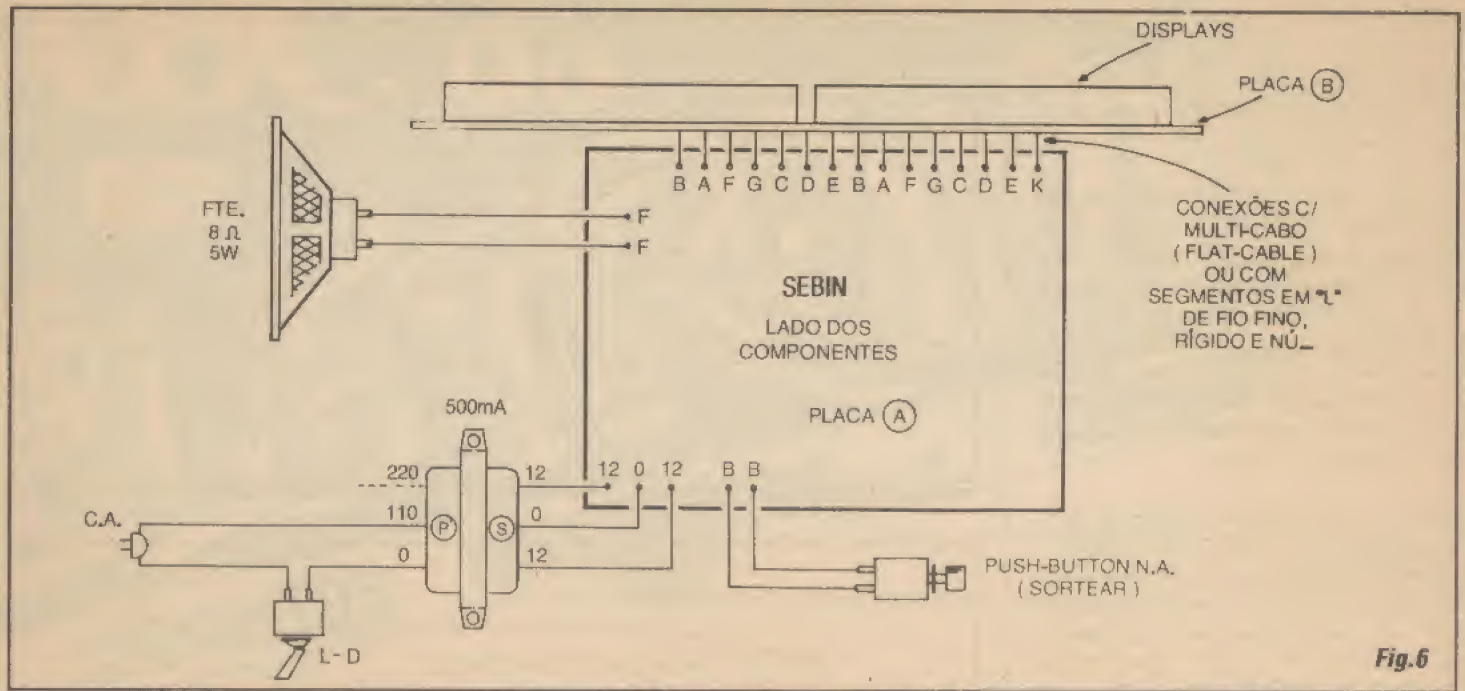

Fig.6
- FIG. 6 - CONEXÕES EXTERNAS ÀS PLACAS (E ENTRE AS PLACAS...) - O diagrama mostra, simultaneamente, as ligações periféricas (das placas *para fora*...) e as conexões *entre* as duas placas que forma o arranjo eletro-mecânico do SEBIN... A vista é ortogonal à face não cobreada da placa principal A... As ligações do alto-falante e do *push-button* de JOGAR (SORTEAR) são muito simples e diretas, sem problemas pois tais componentes não são polarizados... Já as ligações ao *secundário* do trafo exigem mais atenção, feitas aos respectivos pontos 12-0-12 da placa... Ainda quanto ao transformador, notar que as ligações do seu *primário* correspondem à tensão de rede de 110V... Se a rede local for de 220V, basta *trocar* a conexão indicada, por aquela vista em tracejado (sem ligação, na figura...). O item mais importante, contudo, do diagrama, é a interconexão das placas A e B, que deve ser feita através de pequenos "L" de fio nú e rígido, entre as respectivas barras de contatos codificados com letras... Observar bem a posição relativa de ambas as placas, sendo que a B deve ser acomodada com o par de *displays* voltado *para fora* (opostos, portanto, à
- FIG. 6 - EXPRESSANDO AS QUANTIDADES OU NÚMEROS, EM ALGARISMOS... - Na maioria das aplicações reais, e na indicação de quantidades mais elevadas, nenhum dos dois sistemas descritos anteriormente se mostra verdadeiramente prático...! Exigiriam enormes quantidades de LEDs, tornando os *displays* muito grandes e caros, invalidando a pretendida miniaturização dos aparelhos, etc. Seria ótimo, para todos os efeitos, se as indicações fossem feitas (além de diretamente na forma decimal...) com **algarismos mesmo**, dos **arábicos (0-1-2-3-4-5-6-7-8-9)**, como estamos mais do que acostumados a fazer, desde os bancos da escola elementar... Pois isso não só é possível, como é **realmente feito** nos circuitos digitais reais, conforme ilustram os diagramas A e B da figura...! Através de um *padrão* formado por 7 segmentos retangulares, imitando 7 pequenas linhas retas, é possível *construir* com razoável verossimilhança, os *deseños* dos 10 algarismos usados normalmente na notação decimal... Observem que as formas finais, embora um tanto *angulosas*, são perfeitamente inteligíveis! Percebam que, embora o *padrão* básico *pareça* um "8", na verdade apenas *desconsiderando* algumas das barras ou segmentos, o desenho de *todos* os algarismos torna-se bastante claro e inconfundível! Uma coisa é **importante** notar, desde já: para facilitar as interpretações e identificações circuitais, os 7 segmentos foram convencionalmente codificados com as letras minúsculas **a-b-c-d-e-f-g** conforme indica o diagrama... Guardem bem esse código e as posições relativas dos segmentos correspondentes a cada letra... Agora, como poderiam ser efetivamente realizados esses segmentos...? Que tal usar... LEDs...? Se no lugar dos 7 segmentos utilizarmos as faces luminosas de 7 LEDs retangulares (ver item B da